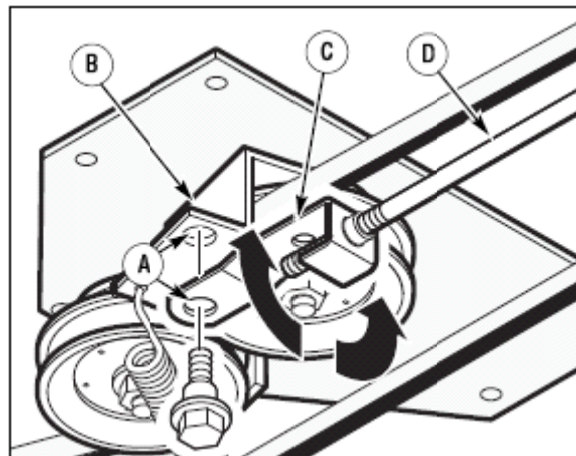

Рис. 24:
2. Отсоедините шарнир муфты от промежуточной тяги (рис. 24).
4. Поворачивайте шарнир муфты, пока отверстия шарнира и промежуточной тяги не совпадут (рис. 24).
5. Соедините шарнир с тягой (рис. 24).